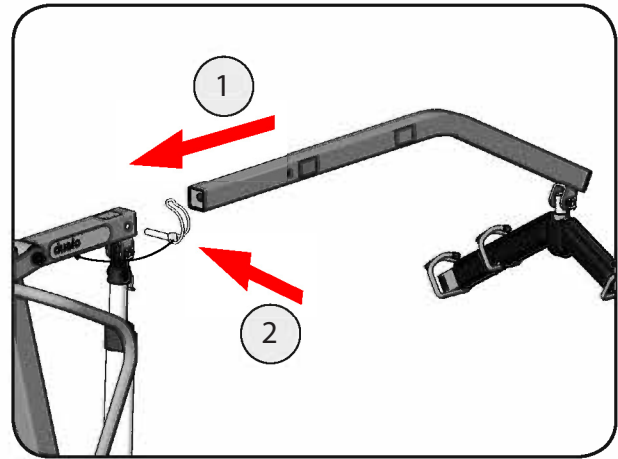

Abbildung 58
3. Stecken Sie den Hebearm standard in die Hebearmaufnahme (Abbildung 58).
4. Sichern Sie den Hebearm standard mit dem Rohrklappstecker (Abbildung 58).